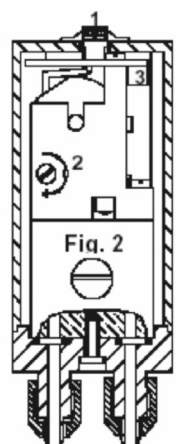

Fig. 2
Todas las conexiones neumáticas son de fácil acceso (ver fig. 2 y 3). Para asegurar el correcto funcionamiento del convertidor, el aire debe estar libre
de cualquier impureza, aceite, polvo, etc.... utilizando un filtro reductor con grado máximo de filtraje de 25 micrones instalado en línea. Realizar el conexionado eléctrico con dos hilos al borne externo (pos1 fig. 2 y 3) marcada con ' + ' y ' - '.
Nota: El PC13 ya viene calibrado de fábrica y no requiere ninguna puesta en marcha particular. De todos modos, si una vez funcionando, la señal de salida se desviara del valor mínimo, actuar sobre el tornillo de cero (pos.2, fig.2 y 3) para llevarlo al estado inicial.
3. Girar el tornillo de cero (pos.2 fig.2 y 3) hasta que la presión de salida sea igual al valor de inicio de escala deseado (p.e. 3 psi).
3. Girar el tornillo potenciométrico (pos.3 fig.2 y 3) variando la presión de fondo escala (p.e. 20 psi).
5. Realizar la nueva puesta a cero (p.e. 2 psi) con el tornillo 2 (fig.2 y 3).